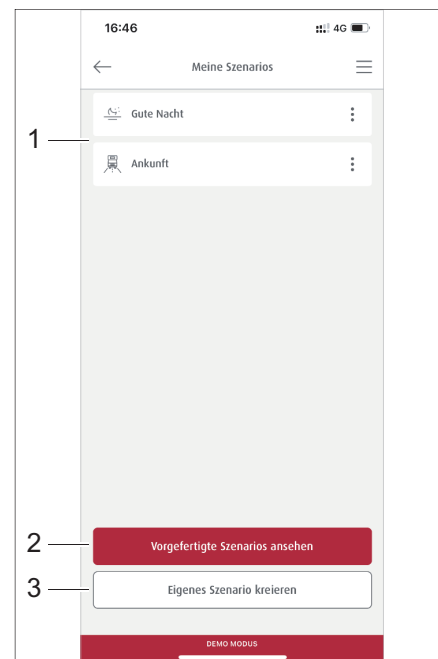

Bild 294 Verwaltung der Szenarios
Im Bereich *Szenarios* werden alle gespeicherten Szenarios (Bild 294,1) aufgeführt. Vorgefertigte Szenarios (Bild 294,2) können angesehen oder neue erstellt werden (Bild 294,3).
- Im Menü *Szenarios* auf Schaltfläche *Vorgefertigte Szenarios ansehen* (Bild 294,2) tippen.
Die Schaltflächen der gewählten Szenarios sind rot umrandet und werden in die Liste im Menü *Meine Szenarios* übernommen (Bild 294,1).